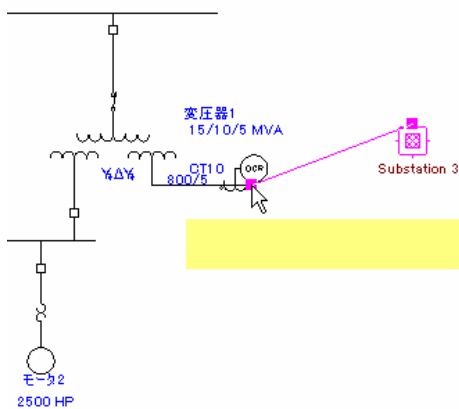

図 12 :
13. “Substation 3”の“Top”ピンと3巻線変圧器“変圧器 1”の3次側を接続します。図 12 参照